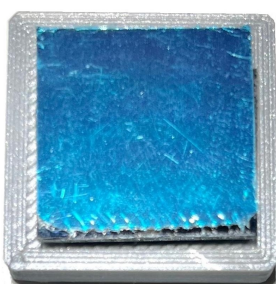

Abb. 9: Fertige Spiegelplatte
- (11) Kleben Sie den **VORDERFLÄCHENSPIEGEL (22MM X 22MM)** mittig auf das Klebepad, sodass die blaue Folie nach oben schaut (Abbildung 9).